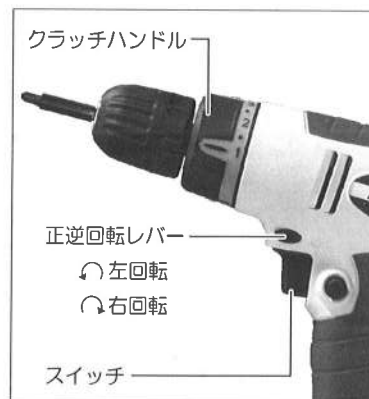

図3
- 目盛の①はトルクが弱く、⑧はトルクが強くなります。作業に合わせて調整をしてご使用ください。(図3参照)
- 正逆回転レバーを左にすると回転は右回りをし、レバーを右にすると回転は左回りになります。(図3参照)